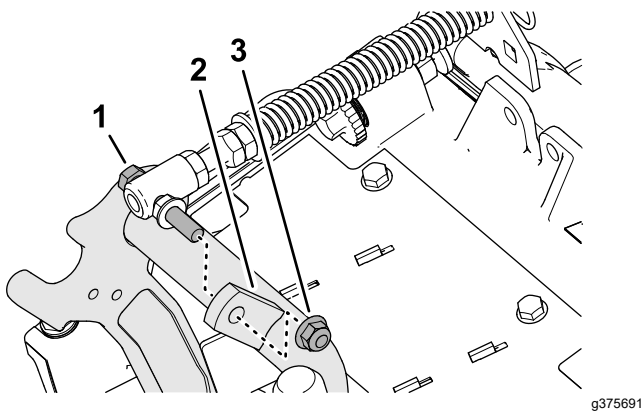

Figura 9
3. Retire la contratuercas con arandela prensada ($\frac{3}{8}$ ") que fija el tornillo del muelle de compensación del césped a la pestaña derecha del bastidor de tiro, y retire el muelle de compensación de la unidad de corte (Figura 9).